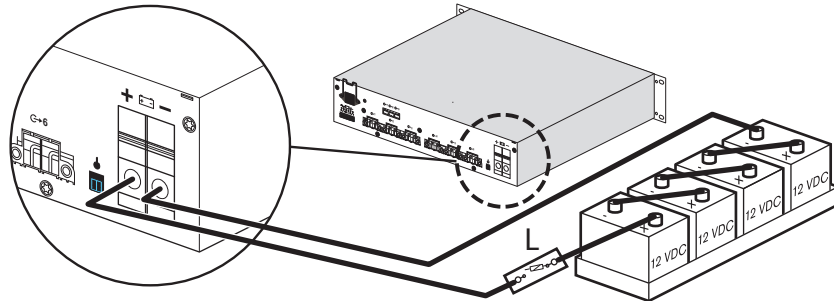

Figure 6.4 Raccordez plusieurs batteries en série pour le chargeur PLN-48CH12 (48 Vcc)
- Connectez toujours les batteries en série. *Figure 6.4* montre un exemple de connexion de quatre batteries de 12 Vcc au chargeur PRS-48CH12.
- Utilisez un disjoncteur à fusible (L) placé le plus près possible de la batterie.